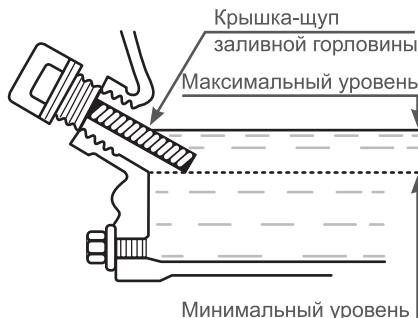

Рис.24
- Извлеките крышку/щуп заливного отверстия и начисто протрите её (Рис.24).
Нормальным считается, когда масло находится на уровне нижнего края заливной горловины (A) Рис.24.